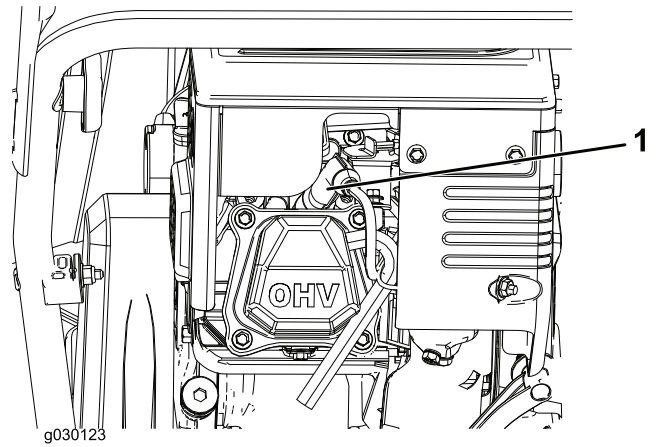

Figura 23
1. Togliete la guaina (Figura 23).